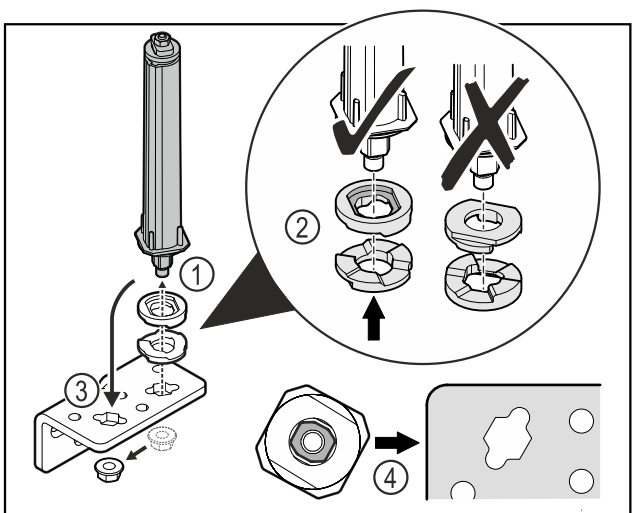

Fig. 47
- ▶ Vabastage mutter ja eemaldage ukسلukustussüsteem Fig. 47 (1).
- ▶ Pöörake tähelepanu kõrguseadeseibide korrektsel väljajoondusele Fig. 47 (2).
- ▶ Paigutage ukسلukustussüsteem šarniirnurgikus ümber ja fikseerige mutriga Fig. 47 (3).
- ▶ Pöörake sissepanemisel tähelepanu ukسلukustussüsteemi korrektsel väljajoondusele Fig. 47 (4).